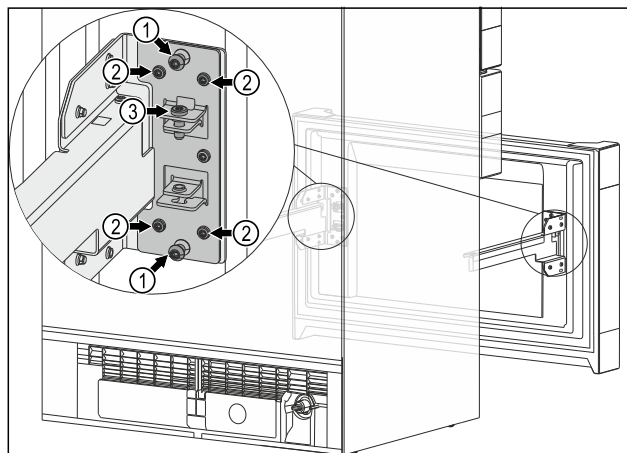

Fig. 13
- ▶ Távolítsa el mindkét középső csavart Fig. 13 (1).
- ▶ Oldja ki mind a négy csavart Fig. 13 (2).
- ▶ Elérte a kihúzható koci véghelyzetét: húzza meg mind a négy csavart Fig. 13 (2).
- ▶ A középső csavarokra Fig. 13 (1) a továbbiakban nem lesz szüksége.